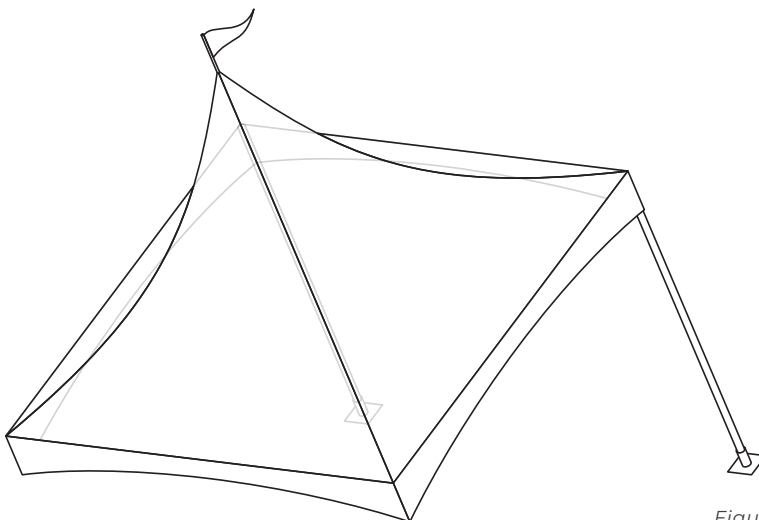
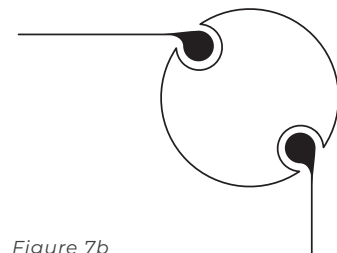

Figure 7a
Figure 7b
8. Insérez deux piquets dans les connecteurs d'angle, du même côté, de manière à ce que la structure du toit repose de biais au sol (cf. la figure 7a). Veillez à ce que la section élargie de la rainure keder se trouve en haut des piquets verticaux et que les rainures soient disposées suivant un angle de 45° par rapport aux angles de la tente (figure 7b).